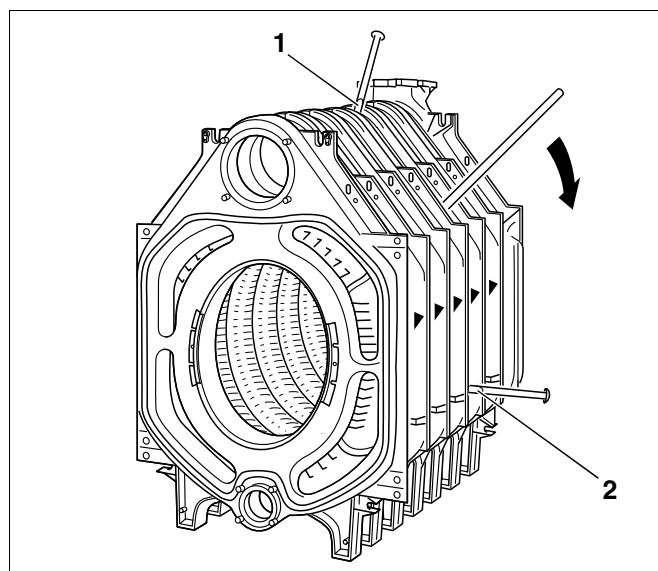

Fig. 24 Séparation du bloc chaudière
- Séparer la chaudière à l'endroit non étanche en enfonçant un burin plat aux emplacements prévus (fig. 24, **pos. 1 et 2**, en haut et en bas entre les éléments).